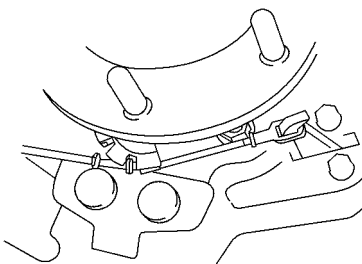

图 15-111 将停车制动器钢索装到停车制动器拉杆上
1) 将停车制动器钢索装到停车制动器拉杆上，如图 15-111 所示，再将停车制动器钢索装到摇臂上。